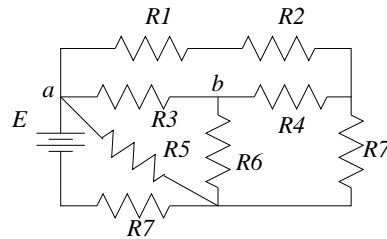

Figura 1.20: Diagrama del circuito eléctrico para el laboratorio
Considere el circuito mostrado en la Figura 1.20. Tiene libertad de escoger los valores de la fuente de tensión ( $\neq 10$  [V]) y los ocho resistores. Utilice resistores entre  $100 \Omega$  y  $10 \text{ k}\Omega$  (recuerde que los valores de los resistores están restringidos a una lista, generalmente, correspondiente a la serie E12 de 10% de tolerancia, vea el Ejercicio 4).
- 1.12** Construya la matriz de incidencia del circuito de la Figura 1.20. Obtenga el grafo dirigido. Verifique el teorema de Tellegen usando los resultados obtenidos.